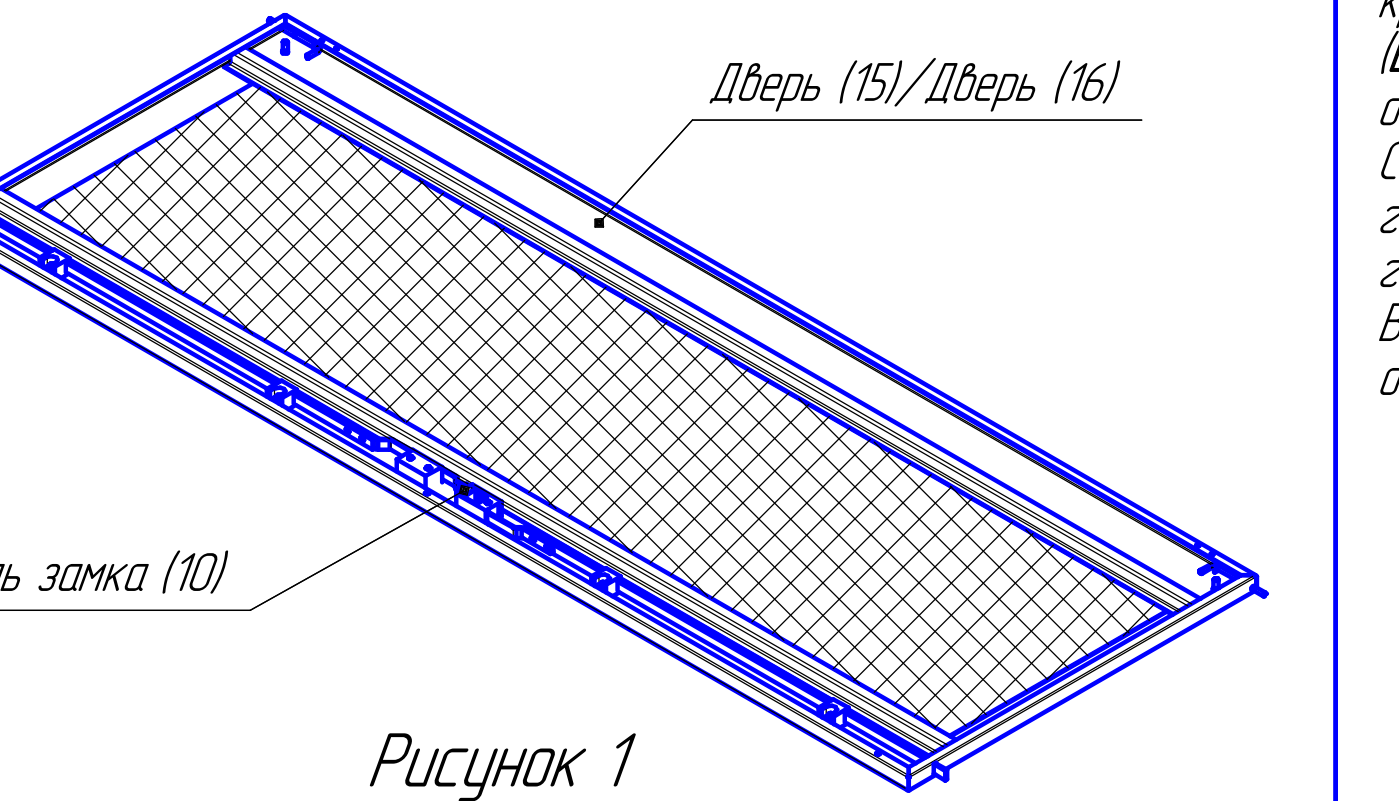

Рисунок 1
Установите на дверь правую (15) ригель замка (10) рис.1